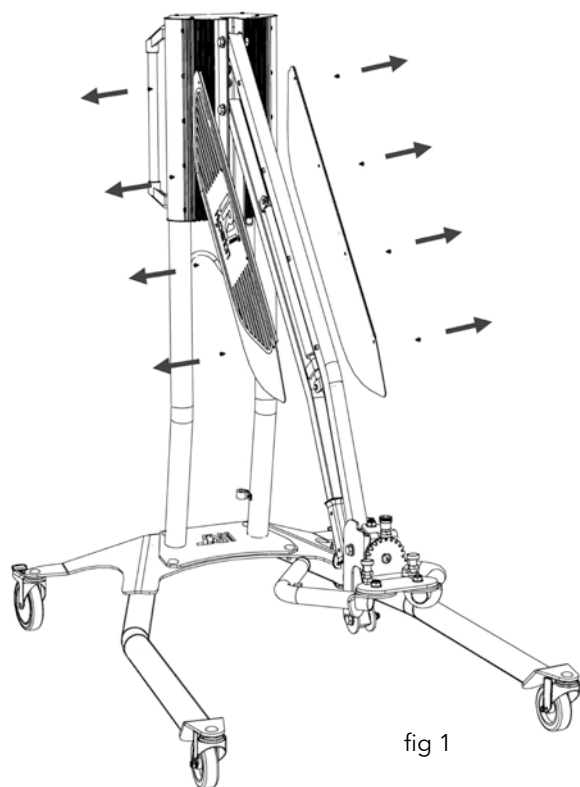

fig 1
1. Rimuovere le quattro viti di fissaggio della piastra situata su ambo i lati del braccio (fig 1).